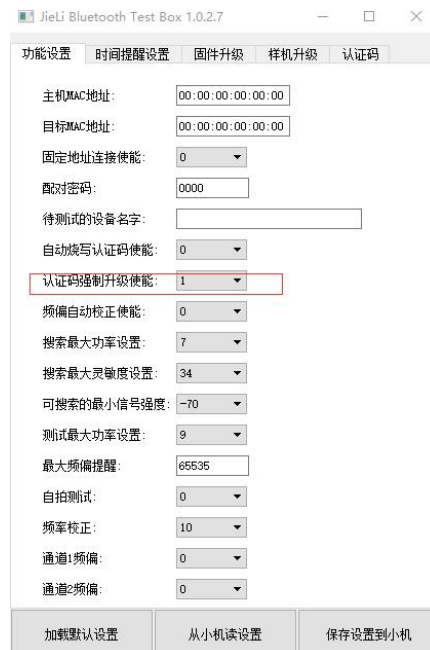

图 5.1.8
- 1) 修改测试盒配置，将下图 5.1.8，配置设置为 1: